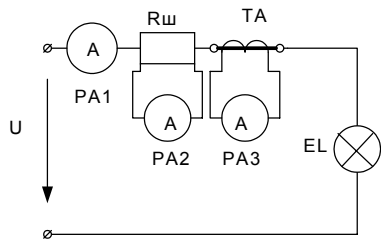

Рис.1.10. Вимірювання струму
**Вимірювання струму** виконується за допомогою *амперметра*, що вмикається у коло послідовно з навантаженням ( $PA$  рис. 1.10). Його обмотка виконується проводом більшого перетину і має малий опір.
Якщо струм  $I_B$ , що вимірюється, більший за номінальний струм амперметра, користуються шунтом ( $PA2$  і  $R_{ш}$  на рис.1.10.). При цьому "надлишковий" струм протікає крізь шунт (рис. 1.14.) з опором  $R_{ш}$ .
Для поширення меж вимірювань електромагнітних амперметрів (РА3) на змінному струмі користуються *вимірювальними трансформаторами струму* ТА (рис. 1.10).
Для вимірювання більше високої змінної напруги використовують трансформатори напруги *TV* (рис. 1.10).